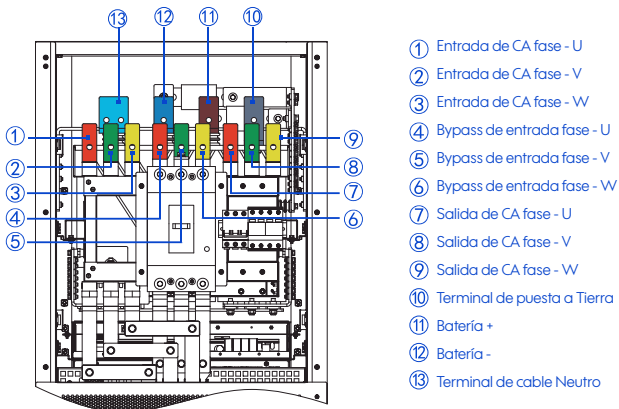

Figura 3-26 Diagrama de terminales de cableado de UPS-IND HF 13160, UPS-IND HF 13200 (vista superior)
2. Conduzca los cables de entrada, los cables de salida y los cables de la batería a través del orificio de cableado superior y conecte los cables (de acuerdo con la figura 3-26 respectivamente), luego apriete los pernos.